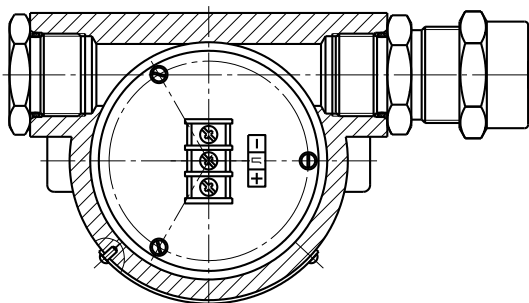

Рисунок 8
2.2.16 В корпусе ПМП находятся плата управления и входная плата с винтовыми клеммными зажимами для присоединения кабеля (рисунок 8).